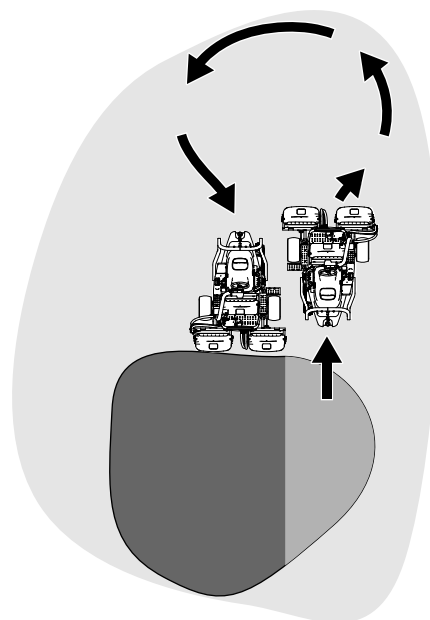

Figura 31
6. Para ganar tiempo y facilitar la alineación correcta para la pasada siguiente, gire la máquina momentáneamente en la dirección opuesta, y luego gire hacia la parte que todavía no está cortada. Este movimiento es un giro en forma de lágrima (Figura 31), que permite alinear la máquina rápidamente para la pasada siguiente.